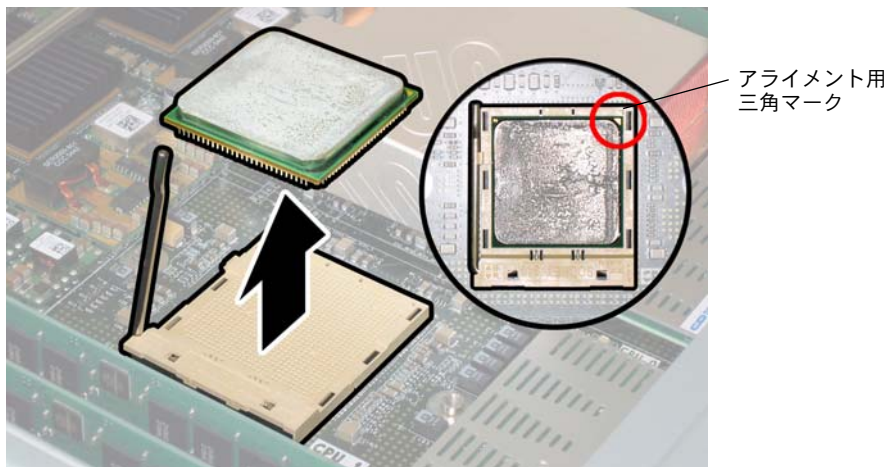

図 3-11 CPU のソケットからの取り外し
- e. レバーを垂直な開位置にしたまま、CPU をソケットから持ち上げます。図 3-11 を参照してください。
- c. 図 3-11 を参照して、CPU をソケットに合わせます。
ご参考： 図 3-11 の赤い丸に示したように、CPU の角にプリントされた三角形を、CPU ソケットに刻まれた小さな三角形に合わせます。